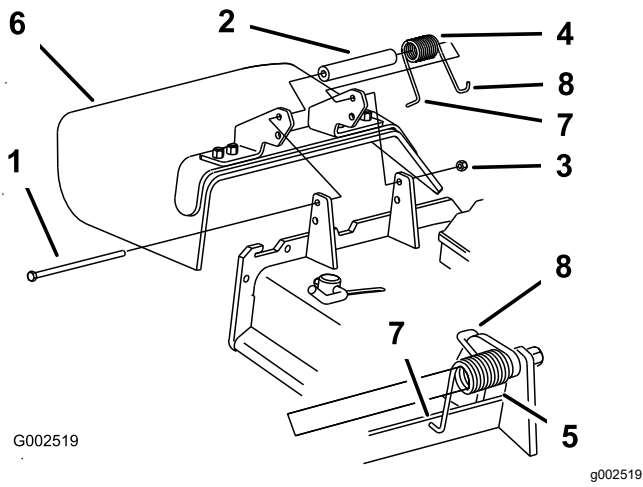

Figura 48
1. Retire la contratuerca, el perno, el muelle y el espaciador que sujetan el deflector a los soportes de pivote (Figura 48).
Nota: Asegúrese de colocar el extremo en **L** del muelle detrás del reborde de la carcasa antes de instalar el perno, según muestra Figura 48.
5. Coloque el extremo en **J** del muelle alrededor del deflector de hierba (Figura 48).